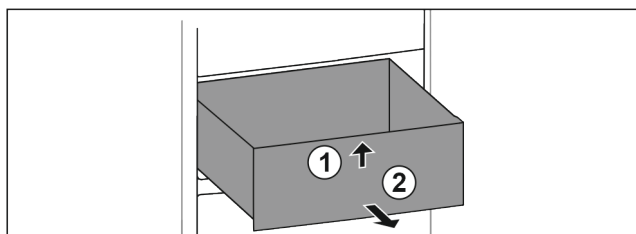

Fig. 89
- ▶ Ridicați sertarul în față. Fig. 89 (1)
- ▶ Extrageți sertarul spre înainte. Fig. 89 (2)